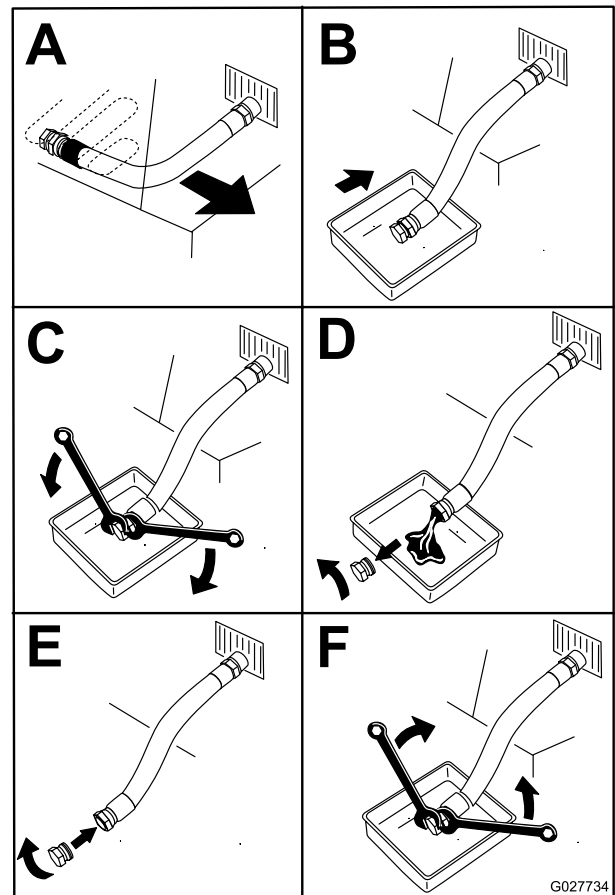

Figura 48
5. Drene el aceite del motor (Figura 48).